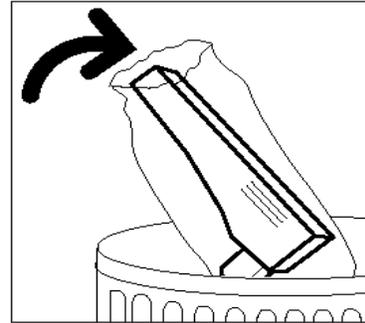

**Abb. 36: Gebrauchten Fixierölbehälter herausnehmen (D)**
- 6** Den Fixierölbehälter waagrecht hochheben (s. Abb. 36). Den Behälter über dem Fixieranlagenbereich halten, bis überschüssiges Öl abgetropft ist. Beim Entfernen vom Gerät ein Blatt Papier unter die Behälteröffnung halten, um Tropfen aufzufangen